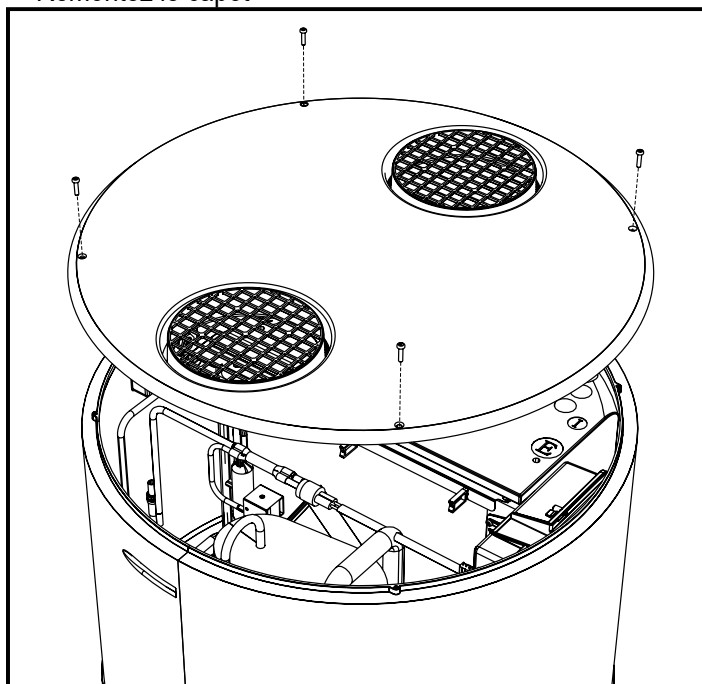

fig. 76- Retrait du panneau supérieur
- Retirez le couvercle supérieur en dévissant d'abord les vis de verrouillage (fig. 76).